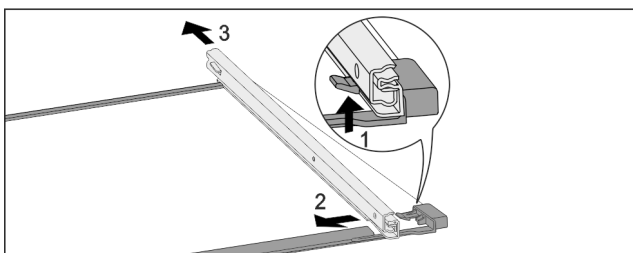

Fig. 133 Placa de sticlă cu șine
- ▶ Apăsați în sus cârligul de blocare frontal. Fig. 133 (1)
- ▶ Îndepărtați șinele de extragere prin împingere în lateral Fig. 133 (2) și spre spate Fig. 133 (3).